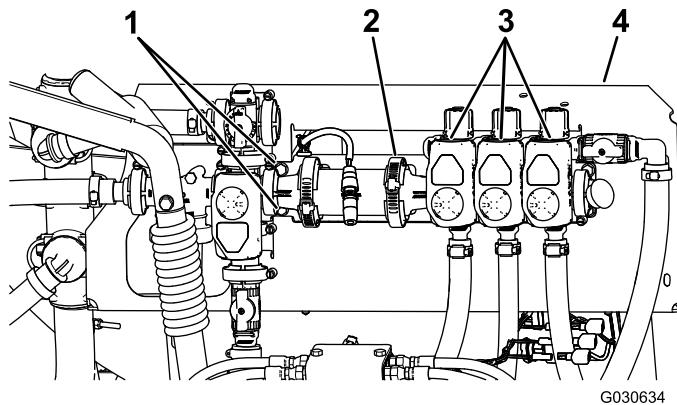

Figura 4
- Allentate i bulloni che fissano il gruppo valvole della barra alla staffa di montaggio, senza rimuoverli (Figura 4).
- Allentate la fascetta stringitubo esistente che fissa la valvola KZ al gruppo valvole della barra (Figura 4).